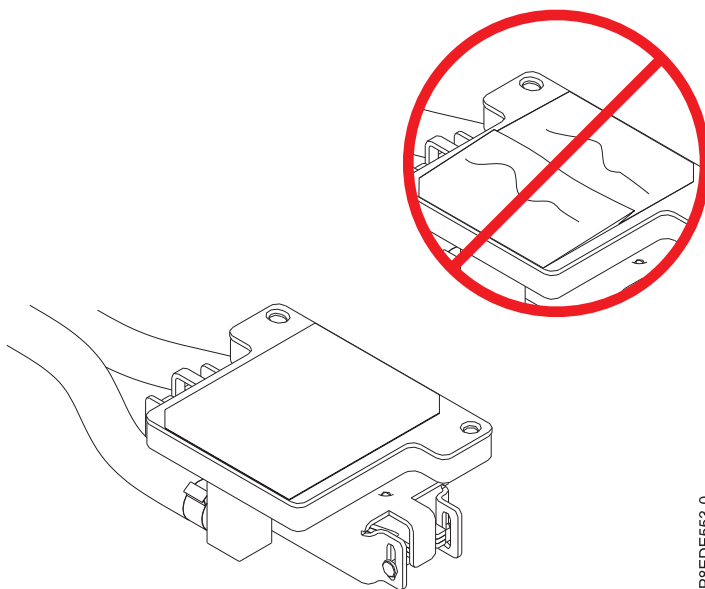

Figure 193. Inspection du matériau d'interface thermique
6. Vérifiez que le matériau d'interface thermique ne présente pas de dommages visibles, comme illustré dans la figure 193.